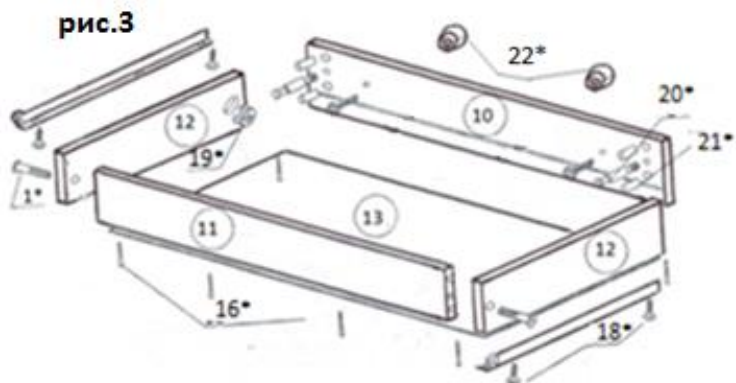

рис.3
1.Сборку выдвигающего ящика произвести согласно Рис.3. Перед креплением ДВП(13) к корпусу ящика, проверьте диагонали ящика. Расхождение не должно превышать 0,5мм.